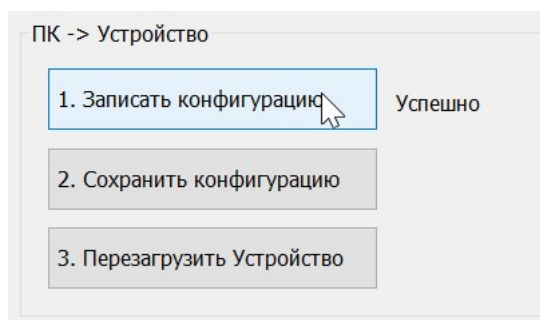

Рис. 9.84 Результат выполнения операции по записи конфигурации
- Нажмите кнопку «**1. Записать конфигурацию**». Рядом с кнопкой «**1. Записать конфигурацию**» появится надпись «Успешно» (Рис. 9.84). Начиная с этого момента, конфигурация загружена во временную память оборудования, но ещё не сохранена в энергонезависимой памяти. Если оборудование будет перезагружено, то загруженная конфигурация сбросится;